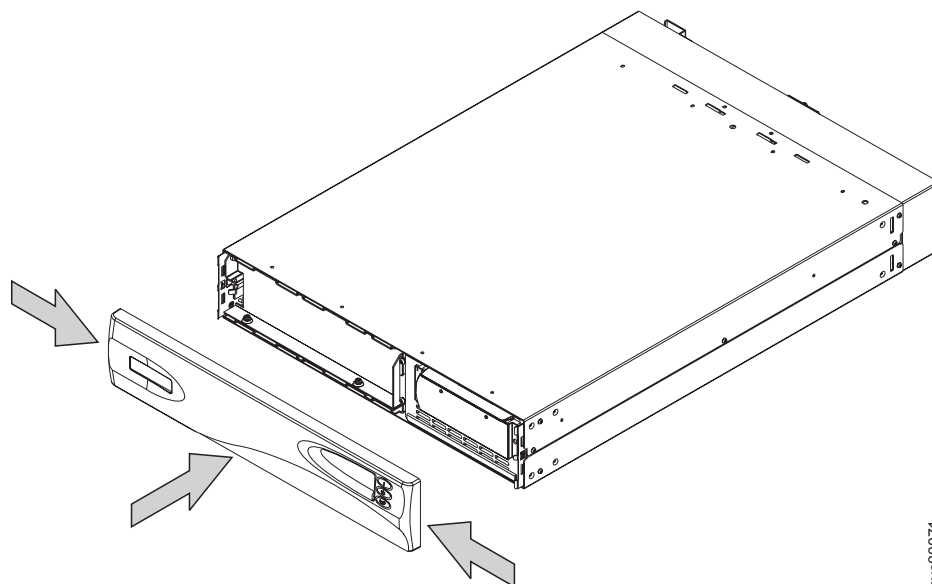

図 219. 2145 UPS のフロント・パネルの交換
3. サイドを内側に押して、その両端を 2145 UPS に向かって押しながら、フロント・パネルを交換します。549 ページの図 219 を参照してください。